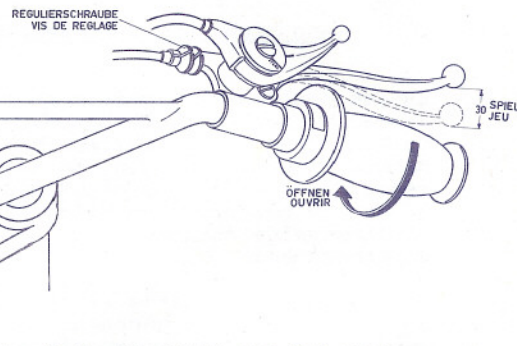

FIG.7
- 3.7.3. Die Geschwindigkeit ist durch Öffnen oder Schliessen des Gasdrehgriffes zu regulieren (Siehe Fig.7).
- 3.7.3. La vitesse de la machine est à régler au moyen de la poignée des gaz (voir fig.7).